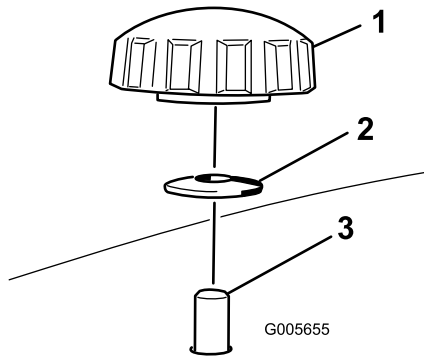

Figura 23
- Retire los 2 pomos y las arandelas curvas que sujetan el deflector derecho al cortacésped (Figura 23).
- Retire el deflector derecho y baje el deflector de hierba sobre el orificio de descarga, según se muestra en Figura 23 y Figura 24.
5. Coloque el deflector derecho debajo de la carcasa de corte y fíjelo usando 2 pomos y las arandelas curvas (cara ahuecada hacia el cortacésped) según se muestra en Figura 23 y Figura 24.